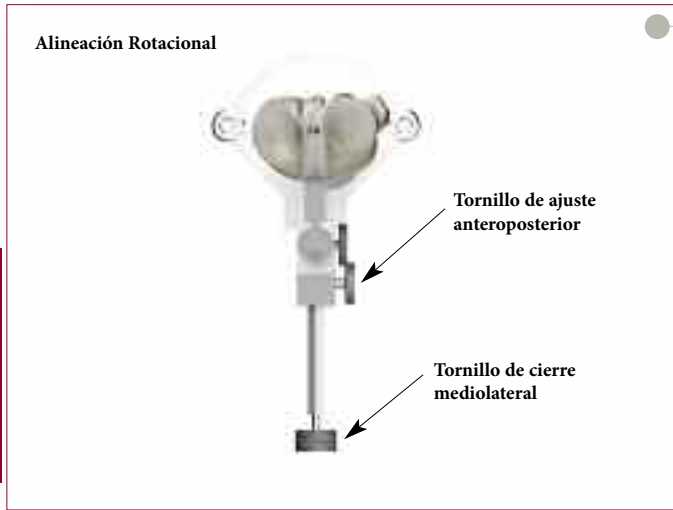

Figura 38
- Después de haber establecido la alineación axial, apriete los tornillos de cierre manual anteroposterior y mediolateral (Figura 38).